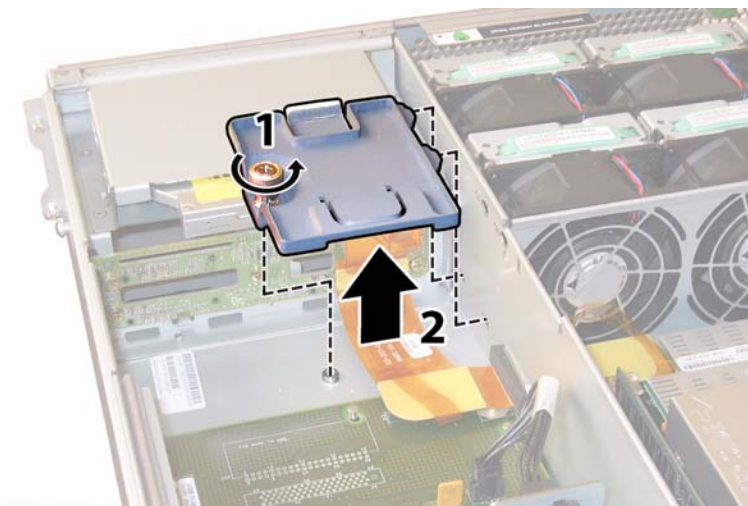

图 4-49 拆卸软线缆固定架
11. 旋下固定软线缆固定架的弹簧指旋螺丝，并将此固定架从机箱中卸下。请参见图 4-49。